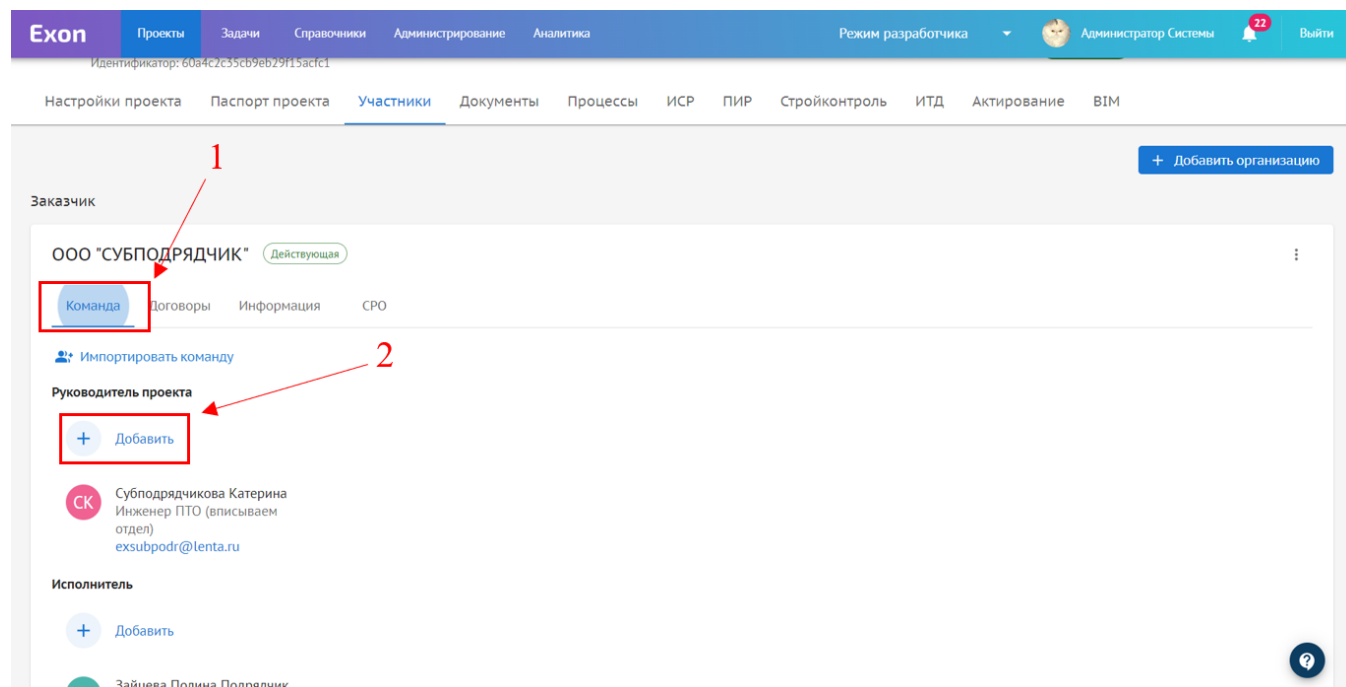

Рис. 33 – Вкладка «Команда»
Для добавления участников следует перейти во вкладку «Команда» на карточке организации (1) (рис.33):
1. Нажать на кнопку «+ Добавить» (соответственно, добавить руководителя проекта или исполнителя) (2) (рис.33);